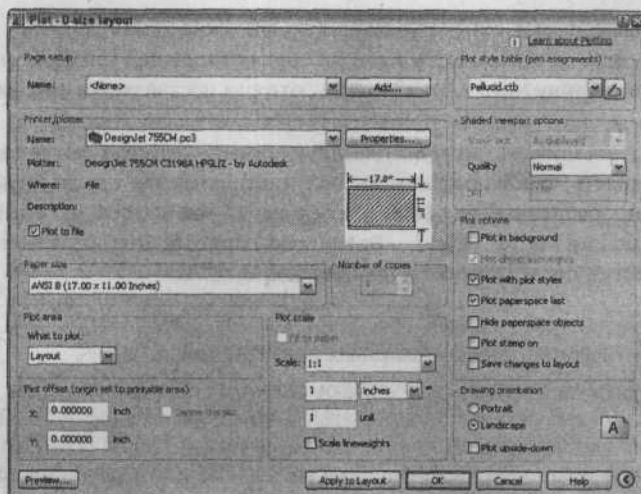

Рис. 12.8. Выбор таблицы стилей печати, в которой экранные цвета отображены на толщину печатных линий
3. В раскрывающемся списке, расположенном в группе элементов **Plot style table (pen assignments)** расширенного диалогового окна **Plot**, выделите имя файла CTB (рис. 12.8).